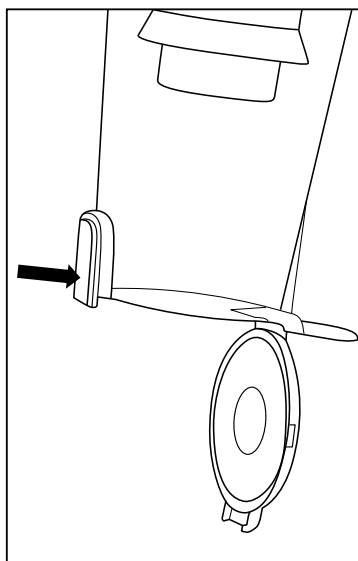

Fig. 1
2. Mientras sostiene la aspiradora sobre un basurero, presione el botón de liberación en la parte inferior del depósito de polvo. La base del depósito de polvo caerá, liberando la suciedad (Fig. 1).